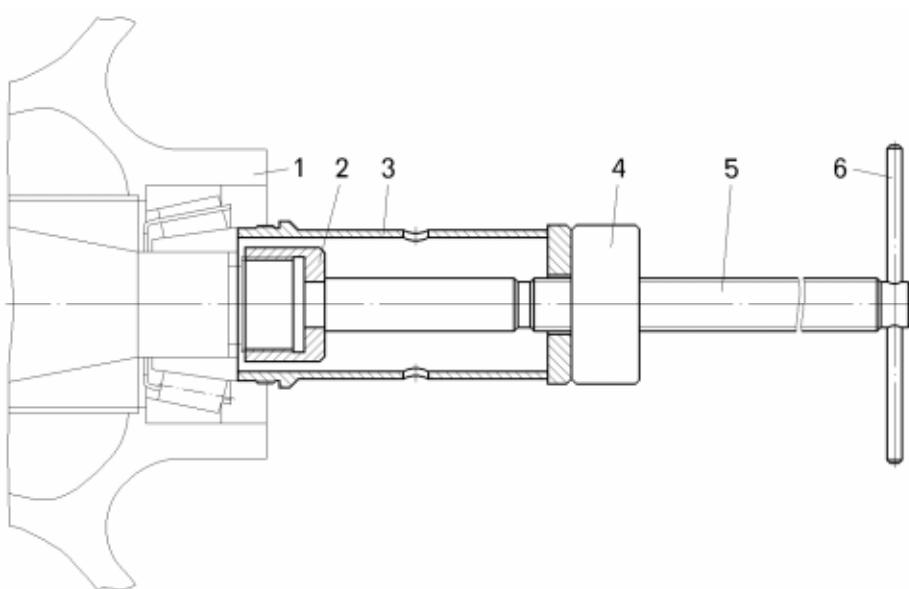

Рисунок 10.5 – Приспособление для запрессовки ступицы переднего колеса:
– установить на цапфу поворотного кулака внутреннее кольцо внутреннего подшипника 8 и при помощи приспособления (рисунок 10.5) напрессовать ступицу с наружным подшипником на цапфу поворотного кулака. При напрессовке ступицу проворачивайте. После напрессовки до установки гайки подшипников проворачивание ступицы не допускается;